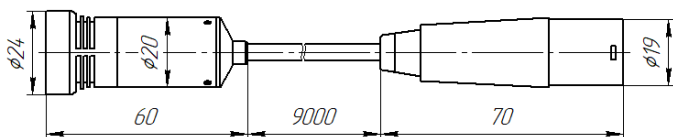

Рис. 1 - Габаритные размеры микрофона
- 1.7 Габаритные размеры микрофона не должны превышать значений, указанных на рис.1.